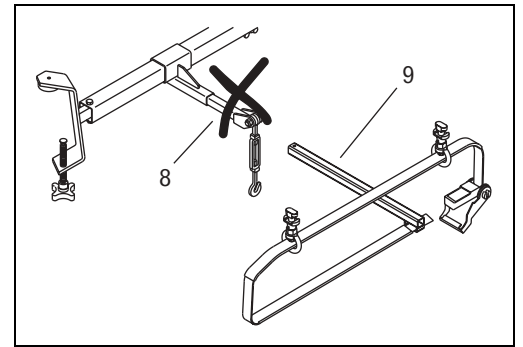

Abb. 2:
- Rüsten Sie die Hebebühnensicherung A50 gemäß Abb. 2 um, indem Sie das Vierkantrohr mit Spannschloß 8 gegen das Vierkantrohr mit Spannbandführung 9 tauschen.